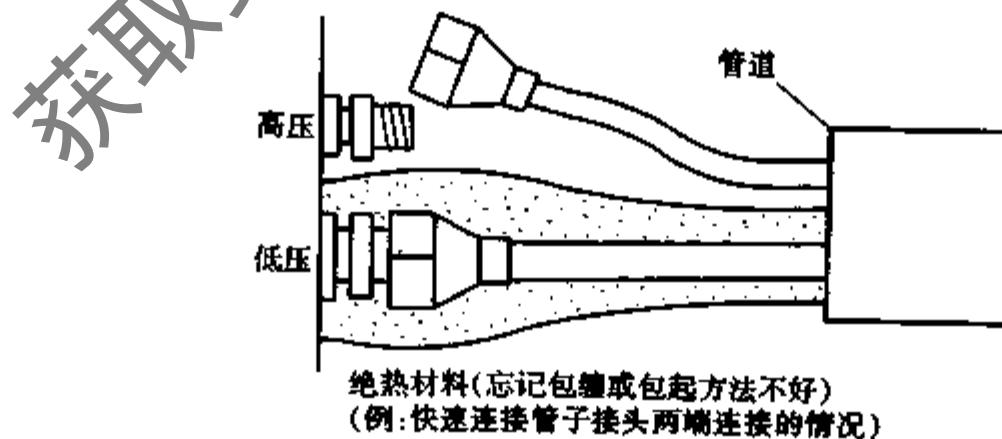

图 8-3 配管隔热处理
- (3) 配管上结露。由于配管的连接部隔热不充分,配管内冷媒通过时,引起结露,如图 8-3 所示。
- (4) 热交换器滴水。热交换器沾污或冷媒不足时,会引起热交换器的温度不均匀,在热交换器的中途产生水滴,落在接水盘外的水滴将滴入室内。